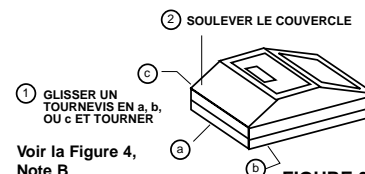

FIGURE 3. DEPOSE DU COUVERCLE
1. Enlever le capot en insérant la lame d'un tournevis dans la fente entre le couvercle et la base à l'endroit indiqué sur la figure 3. Tourner la lame pour dégager le capot.
1. Retirer le capot comme illustré en figure 3.